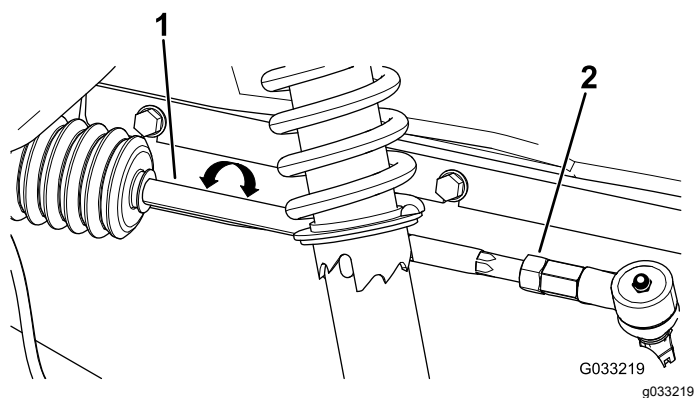

Figure 56
2. Si la mesure n'est pas comprise entre 0 et 6 mm (0 et 1/4 po), desserrez les écrous de blocage aux extrémités extérieures des biellettes (Figure 56).